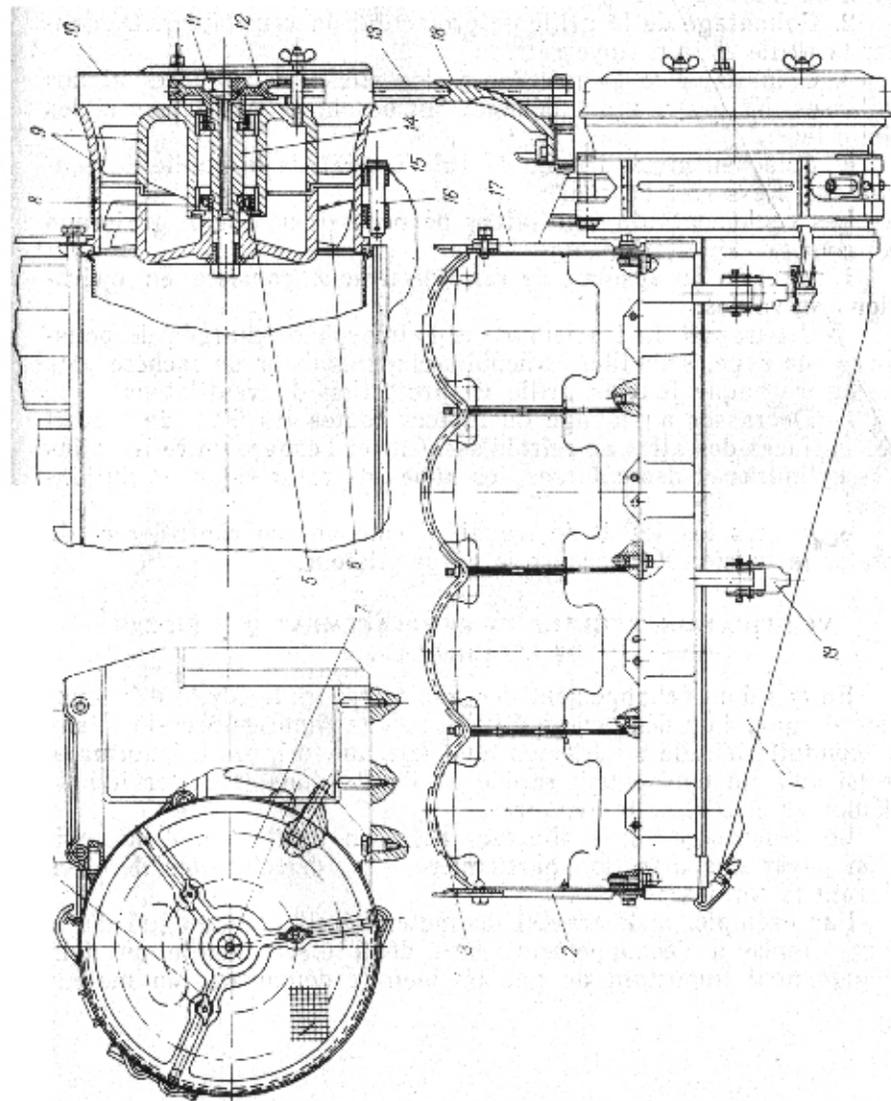

Fig. 47. Système de refroidissement
Le système de refroidissement du moteur (fig. 47) comprend: ventilateur axial comportant la roue à ailettes (rotor) 6, dispositif de guidage 9, enveloppe de distribution (de guidage) à démontage rapide 1, système de déflecteurs 2, 3, 17 et surfaces de refroidissement des culasses et des cylindres.
4. Relâchement de l'écrou 11 (cf. fig. 47) de la poulie de ventilateur. Resserrer l'écrou.